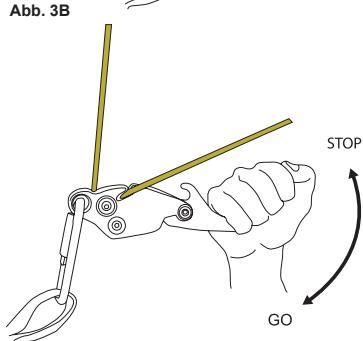
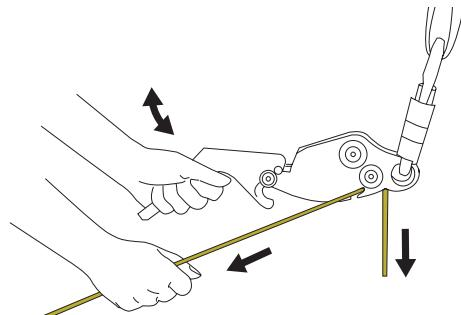

Abb. 3B
Abb. 7
7. Die Abseilgeschwindigkeit wird mit einer Hand am Griff und der anderen Hand am Seil unter dem Gerät geregelt. Zunächst das Seil gemäß Abb. 3B in einem Winkel aus dem Schlitz laufen lassen. Bei der Abwärtsbewegung des Griffs nimmt die Geschwindigkeit zu. Wenn der Griff nach oben bewegt oder freigegeben wird, wird der Abseilvorgang unterbrochen. Erhöhen oder verringern Sie die Reibung, indem Sie das Seil in den schmalen Teil des Schlitzes hinein bzw. davon weg bewegen.
8. Die Abseilgeschwindigkeit wird mit einer Hand am Griff und der anderen Hand am Seil unter dem Gerät geregelt. Zunächst das Seil in einem Winkel aus dem Schlitz laufen lassen. Mit auf dem Kopf stehenden Abseilgerät wird der Abseilvorgang durch Ziehen des Griffes nach oben (Abb. 7) eingeleitet und durch Bewegung des Griffes nach unten oder Freigabe des Griffes beendet. Erhöhen oder verringern Sie die Reibung, indem Sie das Seil in den schmalen Teil des Schlitzes hinein bzw. davon weg bewegen wie in Abb. 3B gezeigt. Es ist wichtig, dass eine Hand zur besseren Regelung des Abseilvorgangs immer am Seil unterhalb des Abseilgerätes bleibt.